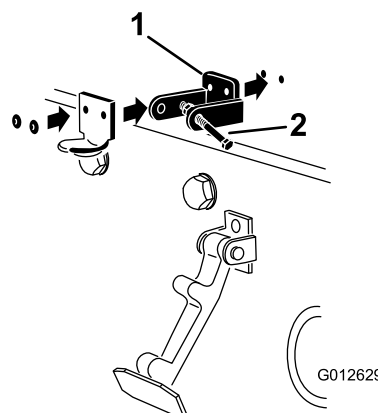

Figura 24
1. Seguro del cierre (CE)
6. Remache el seguro del cierre, el soporte y las arandelas al capó (Figura 24).